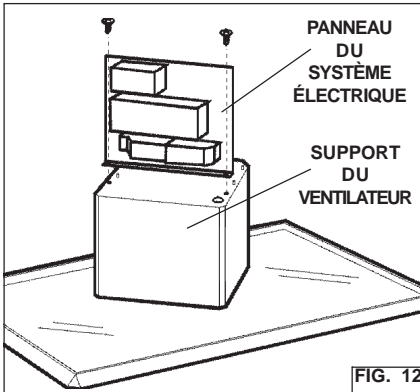

FIG. 12
5. Fixez le panneau du système électrique au support du ventilateur à l'aide de trois (3) vis à tête (fig. 12).